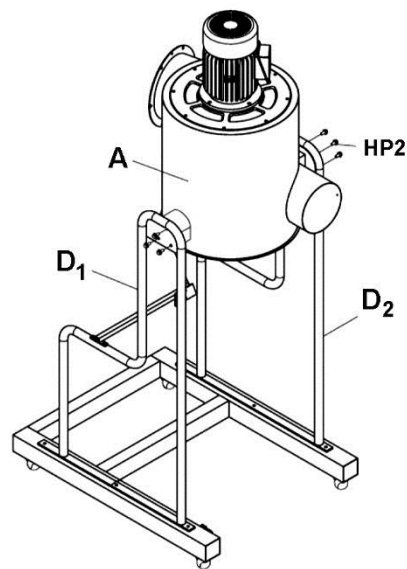

Рис. 5
6. Установите корпус (A) между левой и правой стойками (D₁, D₂) и прикрутите с помощью 6 винтов с шестигранной головкой и фланцем (HP2). См. Рис. 5.